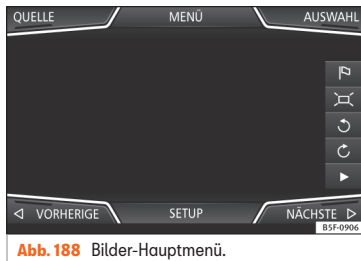

Abb. 188 Bilder-Hauptmenü.
- Funktionsfläche **QUELLE** antippen » Abb. 188 und den Datenträger auswählen, auf dem sich die gespeicherten Bilder befinden.